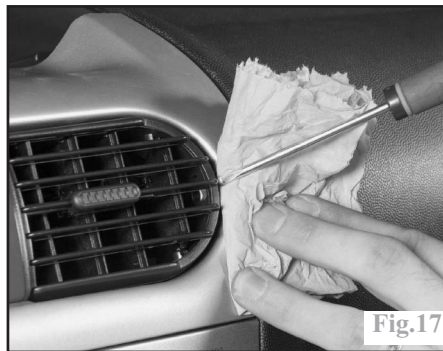

Fig.17
-les aérateurs centraux (Fig.17).